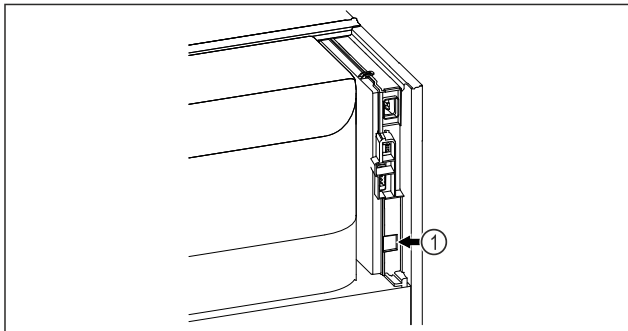

Fig. 62
- A SmartModule Fig. 62 (1) be van helyezve.